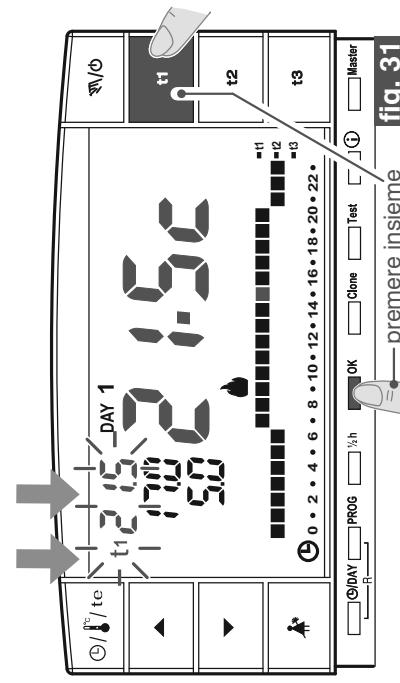

fig. 31
- Entro 8 secondi **premere contemporaneamente** il tasto relativo (**t1** o **t2**) ed il tasto **OK**; a conferma dell'avvenuto blocco, la sigla (**t1** o **t2**) e il relativo valore a fianco lampaggio (esempio in fig. 31).